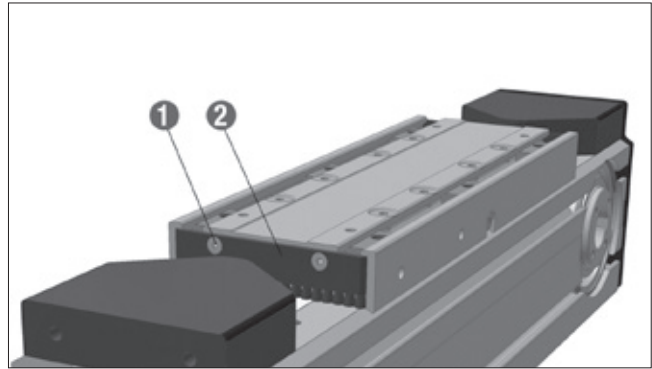

Bild 4.11 ____ Befestigung Bürstenabstreifer
Linearachsen der Baureihe AXC können mit Bürstenabstreifern ausgerüstet sein. Zum Austausch der Bürstenabstreifer die Befestigungsschrauben ❶ entfernen, den Bürstenabstreifer ❷ austauschen und mit den Befestigungsschrauben ❶ wieder befestigen (Bild 4.11).